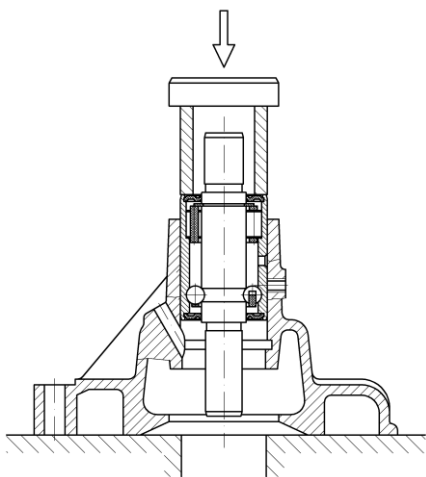

Рисунок 65. Запрессовка подшипника с валиком
- с помощью оправки запрессовать подшипник с валиком в сборе в корпус так, чтобы гнездо под фиксатор на обойме подшипника совпало с отверстием в корпусе насоса (рис.65);